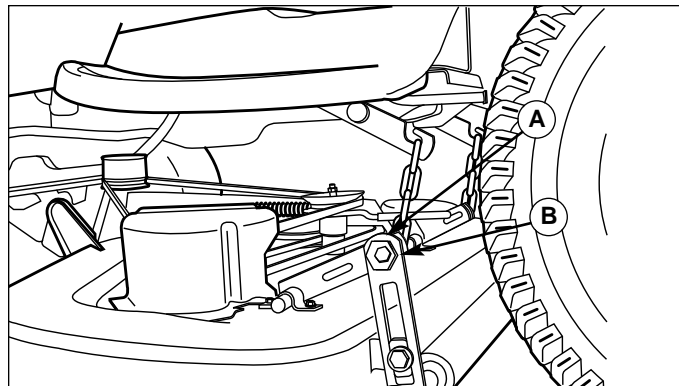

Abb. 38. Egalisieren des Mähwerks von Seite zu Seite Modelle mit Exzentermutter
5. Siehe Abbildung 38. Äußere Mutter (A) lösen. Die Exzentermutter (B) drehen, um die linke Seite des Mähwerks höher oder tiefer zu stellen. Wenn das Mähwerk egalisiert ist, die Exzentermutter während des Anziehens der äußeren Mutter festhalten.